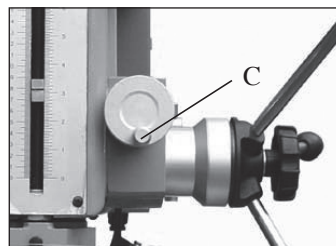

Bild 6
1. Ta tag i handtaget (C-Fig. 6) på ratten och veva.